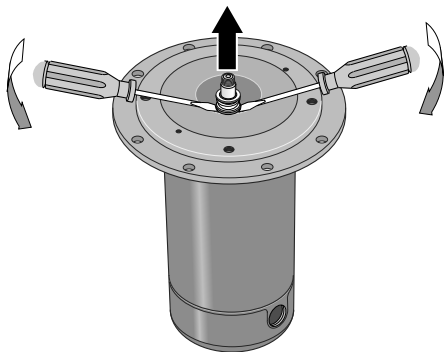

Figure 20 - Déposer la plaque d'étanchéité
- 3° Déposer la moitié rotative du joint en glissant la lame de deux tournevis sous la bague du joint et en soulevant **prudemment** (Figure 20).